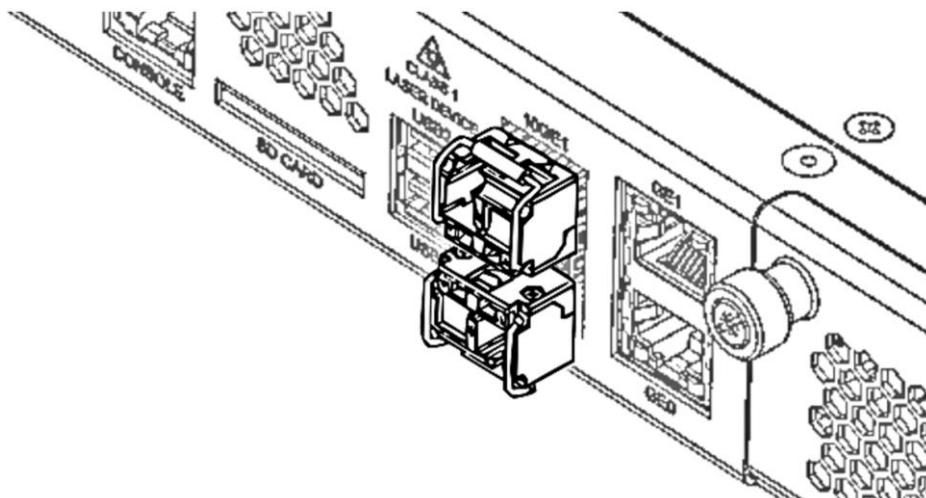
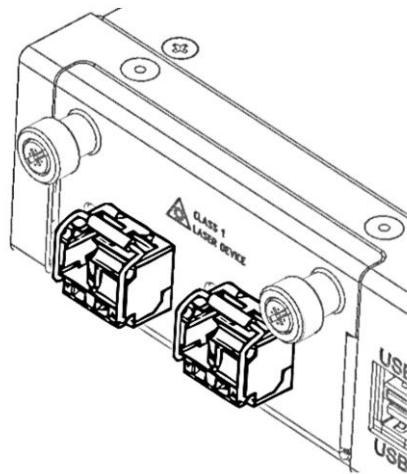

Рисунок 27 – SFP-трансиверы, установленные в слоты изделия
Рисунок 28 – SFP-трансиверы, установленные в слоты модуля расширения
- надавите на трансивер по направлению внутрь корпуса изделия до появления характерного щелчка фиксации (Рисунок 27, Рисунок 28);